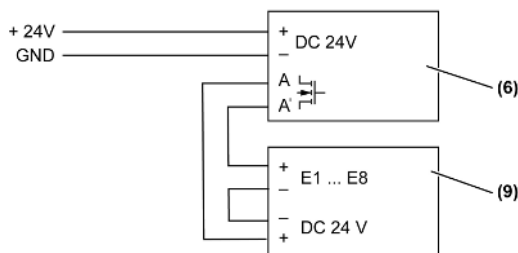

Bild 7: Anschluss an Binäreingang 8fach, 24V
| (Bild 7) | (9) Binäreingang 8fach, 24V, Art. Nr.: 2128REG |